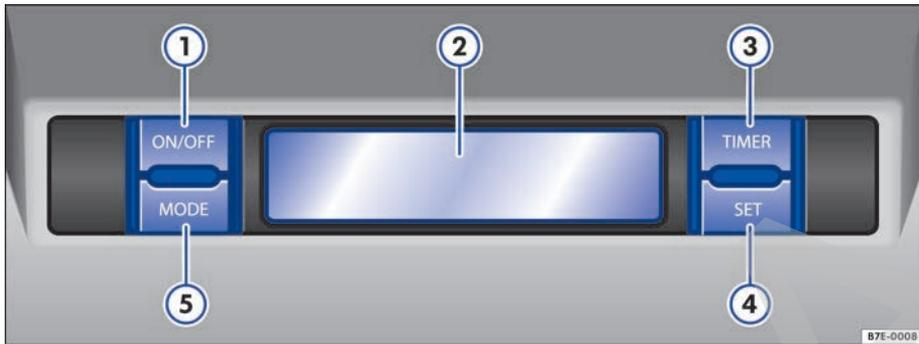

Fig. 125 En el revestimiento interior del techo: mandos de la calefacción adicional por agua (calefacción independiente).
→ fig. 125
ON/OFF	Manual con la tecla de función → fig. 125 ① de la pantalla del techo.